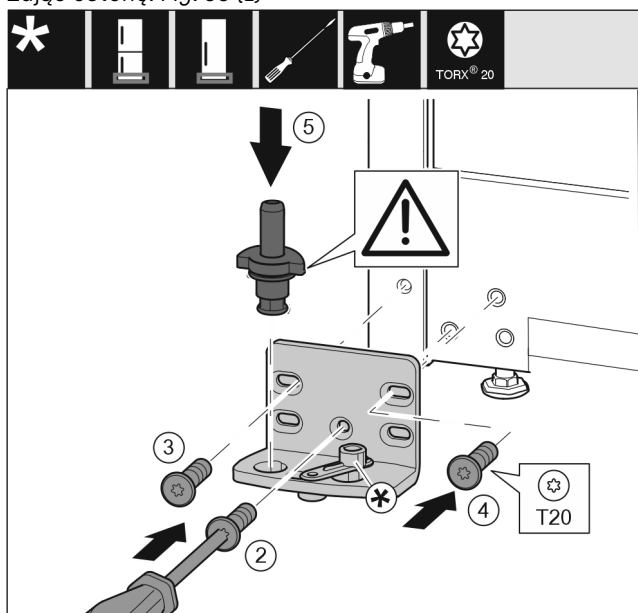

Fig. 36
- Płytkę zawiasu założyć z drugiej strony i przykręcić przy pomocy śrubokręta T20. Rozpocząć od śruby 2 dolnej umieszczonej na środku. Fig. 36 (2)
- Dokręcić śrubę 3 i 4. Fig. 36 (3,4)
- Założyć cały sworzeń płytki zawiasu. Przy tym zwrócić uwagę, by krzywka zatrzaskowa wskazywała do tyłu. Fig. 36 (5)
- Płytkę zawiasu założyć z drugiej strony i przykręcić przy pomocy śrubokręta T20. Rozpocząć od śruby 2 dolnej umieszczonej na środku. (2)
- Połączenie amortyzatora zamykania obrócić o 180°. Przykręcić z drugiej strony płytki zawiasu przy pomocy śrubokręta T20. (5)
- Założyć cały sworzeń płytki zawiasu. Przy tym zwrócić uwagę, by krzywka zatrzaskowa wskazywała do tyłu. (6)